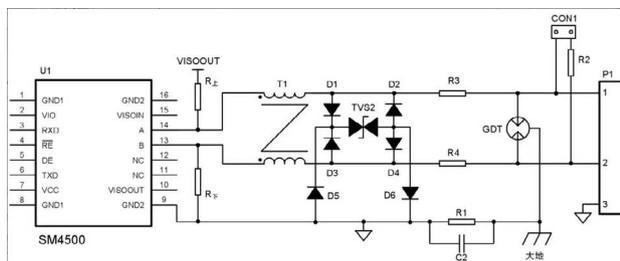

图1 推荐保护电路
**答:** 在高速率的通信下出现波形变形失真的情况, 大概率是由总线寄生电容引起的, RS-485 总线的寄生电容过大, 信号的充放电时间越长, 波形越失真如出现锯齿波。有些客户在使用 GDT 和 TVS 做保护电路时, 选用的保护器件自身的寄生电容达几百甚至上千 pF, 当组网后容值叠加, 总线上的寄生电容就过大, 推荐使用图 1 的推荐保护电路, 接口电容仅为 20pF。
**答:** 收到异常电平可能的原因之一是接收信号时总线 AB 电平处于芯片的门槛电平, 即 -200mV ~ -10mV 内, 这将导致接收器接收信号不确定, 如图 1 所示, 给 AB 接口加上下拉电阻, 使接收器处于一个确定的电平状态, 如果 AB 端有终端电阻, 上下拉电阻还要调整到合适的阻值, 保证总线空闲时远离门槛电平范围。